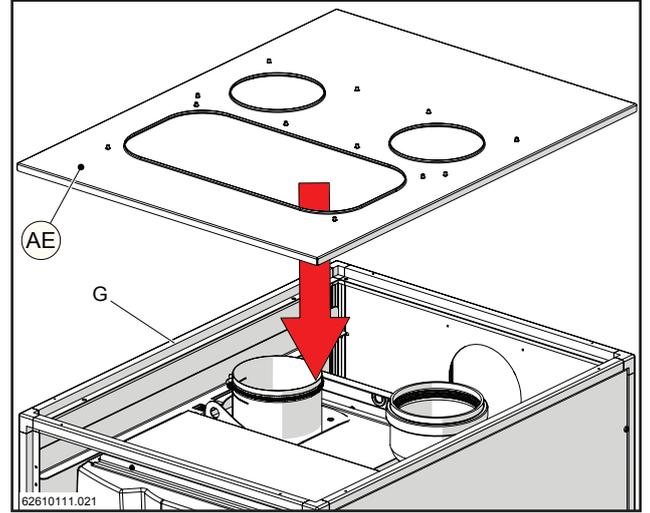

Figure 12-24
- 12.- Appliquer, avec les vis "B", la couverture (AE) sur le cadre supérieur "G" (fig. 12-24 et 12-25).